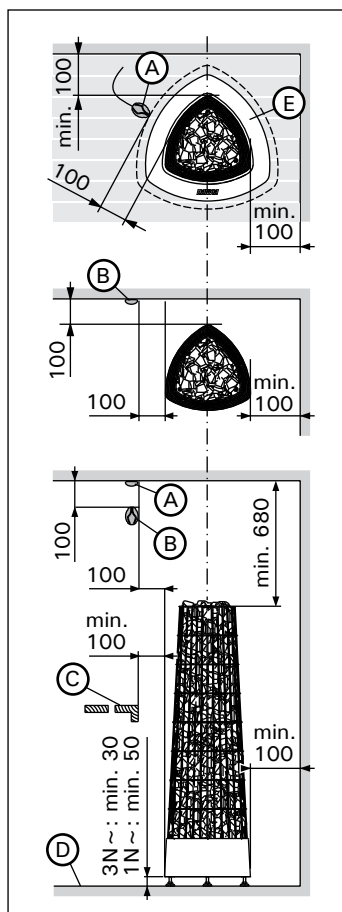
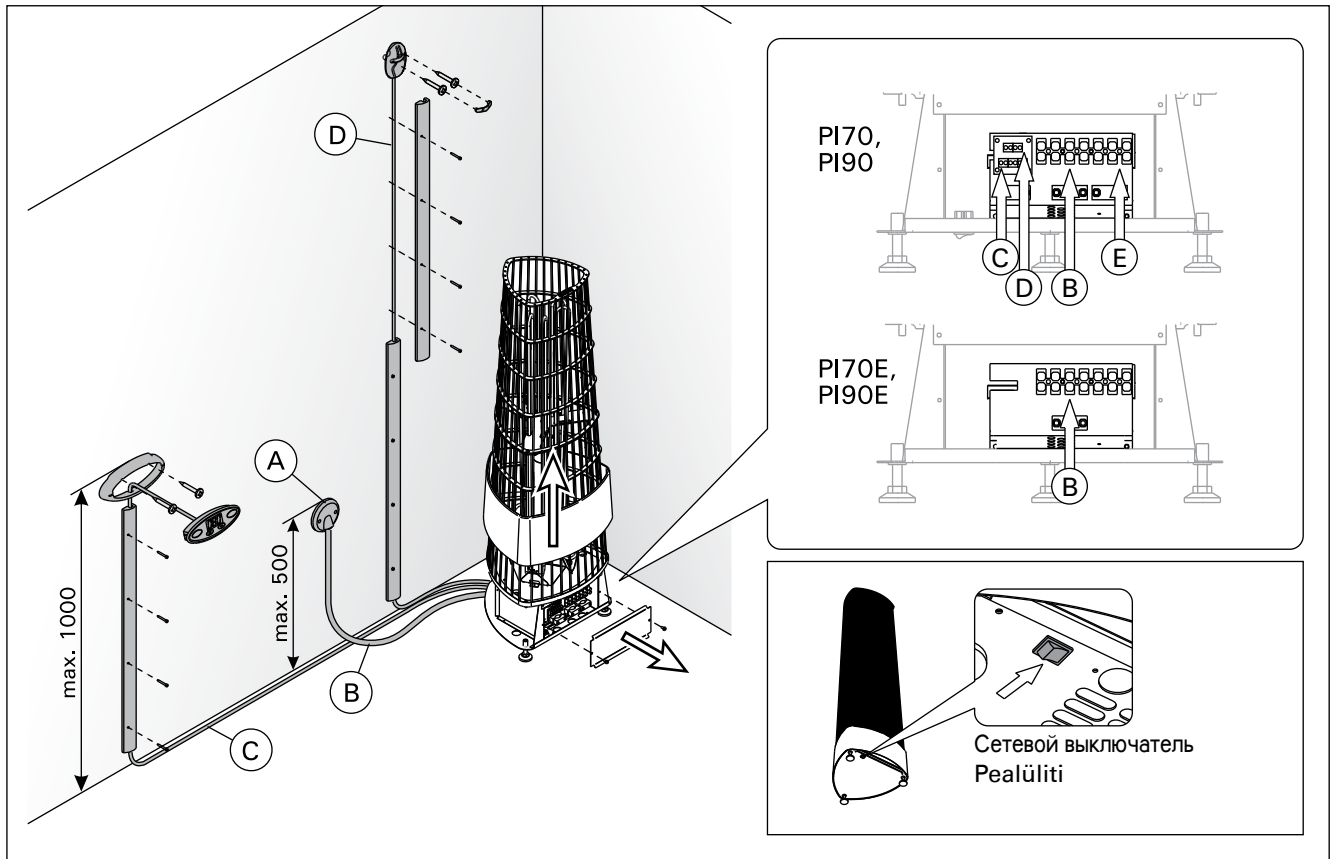

Рисунок 6. Расположение и безопасные расстояния (все размеры приведены в миллиметрах)
Рисунок 7. Разъемы нагревателя (все размеры приведены в миллиметрах)
| шир./laius 370 mm глуб./sügavus 370 mm выс./kõrgus 1200 mm вес/mass 15 kg камни/kivide kogus 100 kg | кВт kW | ▷2.3. | | | Рис. 7: B Joonis 7: B | | Рис. 7: B Joonis 7: B | | Рис. 7: D Joonis 7: D | Рис. 7: C Joonis 7: C |
Элементы, представленные на рис. 6:
Разъемы нагревателя (рис. 7):
- Каменка гибким проводом подсоединяется к соединительной коробке (рис. 7: A) в стене сауны. Соединительная коробка должна быть брызгозащитенной и находиться на расстоянии не более 500 мм от пола.
- В качестве кабеля (рис. 7: B) следует использовать резиновый кабель типа HO7RN-F или подобный. **ВНИМАНИЕ! Использование изолированного ПВХ кабеля запрещено вследствие его разрушения под воздействием тепла.**
- **PI:** Установите датчик на стену сауны, как показано на рис. 6. Вставьте кабель датчика в разъем нагревателя по принципу цветового соответствия (рис. 7: D).
- **PI-E:** Установите датчик (WX248) на стену сауны, как показано на рис. 6.
Датчик следует устанавливать в место, указанное в данной инструкции (рис. 6). Если не соблюдается минимальное расстояние, следует переместить вентиляцию.
Закрепите панель управления следующим образом (см. рис. 7):
4. Вставьте свободный конец кабель управления в разъем нагревателя по принципу цветового соответствия (рис. 7: C).